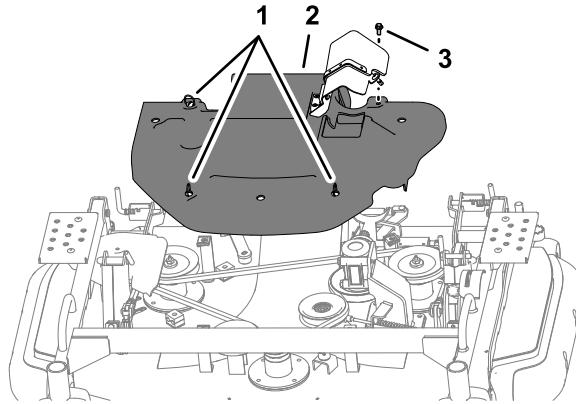

Figura 116
1. Ruotate i 3 fissaggi a un quarto di giro in senso antiorario (Figura 116).
2. Allentate questa vite (Figura 116).
1. Allineate i fissaggi a un quarto di giro del copricinghia con i dadi in gabbia del piatto di taglio; fate riferimento alla Figura 116 in Rimozione del copricinghia \(pagina 82\).
alla Figura 116 in Rimozione del copricinghia \(pagina 82\).